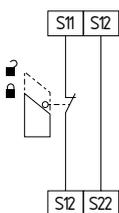

Abb. 8
**Einkanalige Schutztürüberwachungs-Schaltung mit Verriegelungseinrichtungen nach EN ISO 14119 (siehe Abb. 8)**